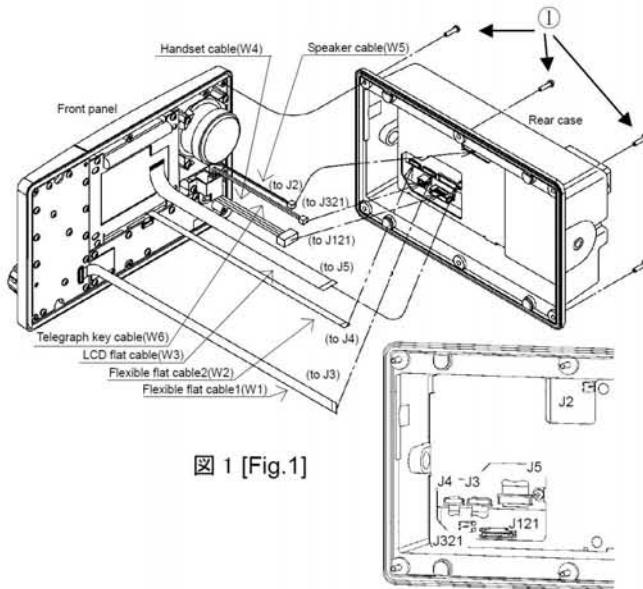

図 1 [Fig.1]
1. フロントパネルの外し方(図 1)
Removing the Front Panel [Fig.1]